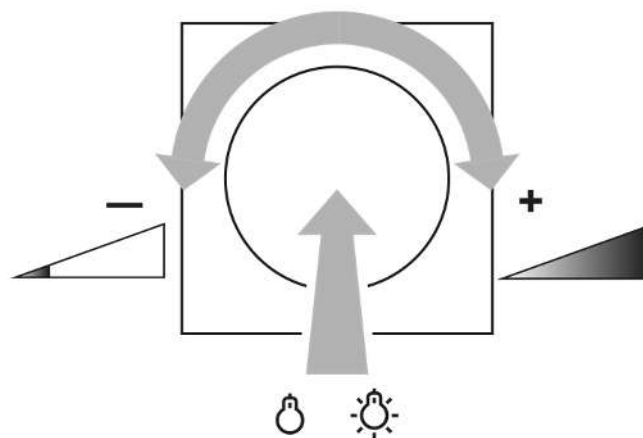

Figura 1: Conmutación de luz o ajuste de luminosidad
- Pulsar brevemente el botón de ajuste: la luz se enciende o apaga (véase figura 1).
- Girar rápidamente el botón de ajuste: la luminosidad varía rápidamente (véase figura 1).
- Girar despacio el botón de ajuste: la luminosidad varía lentamente (véase figura 1).